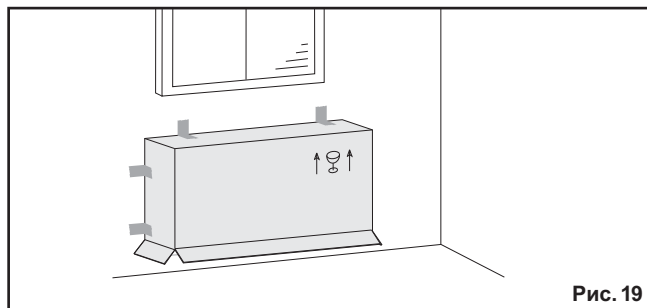

Рис. 19
**Закрыть аппарат картоном, если каменные работы в здании еще не закончены (рис. 19). Не забудьте снять защитный картон перед пуском аппаратов.**